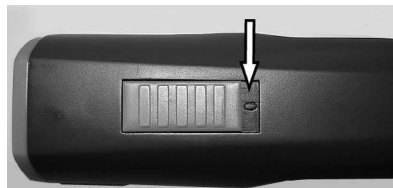

Fig. 4 Bryter i AV-posisjon („0“)
1. Kontroller kontaktene på klippemaskinen (1) og batteriet (2) for fremmedelementer og kontaminasjon.
2. Forviss deg om at bryteren på klippemaskinen er i AV-posisjon („0“) (fig. 4).
3. Sett batteriet (2) inn i klippemaskinen (3) til batterisperren (1) går i lås på begge sider.
4. Sett klippemaskinen med det innsatte batteriet (1) eller reservebatteriet (2) ovenfra og uten makt ned i ladeåpningen på ladestasjonen.
6. Batteriet lader. Under ladingen lyser kontrollampen rødt (3). Når batteriet er ladet minst 90%, vil den grønne kontrollampen lyse, og laderen vil gå over til vedlikeholdslading.
1. Sett bryteren på „0“ (fig. 4).
2. Trykk batterisperren (2) på begge sidene inn, og dra batteriet (1) ut av klippemaskinen.
1. Sett bryteren på „0“ (fig.4).